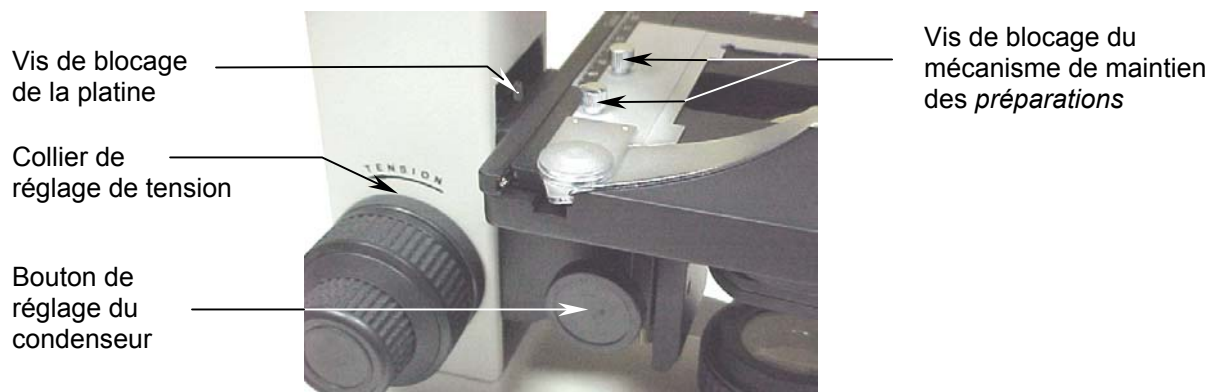
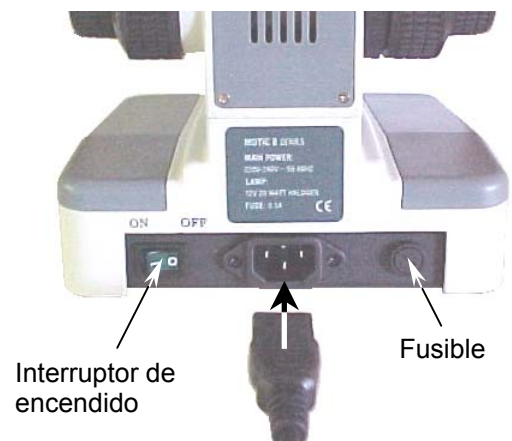

Fig. 1
Fig. 4
A. Condenseur (10):
- Tourner le bouton de mise au point rapide (16) jusqu'à ce que la platine (8) atteigne sa position la plus haute.
- Tourner le bouton de mise au point du condenseur (fig. 1) jusqu'à ce que le porte-condenseur atteigne sa position la plus basse.
- B. Mécanisme de maintien des préparations (6) : Tourner le bouton de mise au point rapide (16) jusqu'à ce que la platine (8) atteigne sa position la plus basse. Dévisser les deux vis de blocage (fig. 1). Placer le mécanisme sur la platine avec le doigt mobile au-dessus (4) et mettre les deux trous en concordance avec les deux vis. Remettre les deux vis en place et les serrer fermement.
- C. Objectifs (5) : S'assurer que le revolver (3) est bien positionné et qu'il tourne mais en s'arrêtant à chaque cliquet. Placer les objectifs en commençant par le plus faible grossissement 4X, dans n'importe quel emplacement du revolver, puis le 10X, le 40X et enfin le 100X.
- D. Tête (12) : Desserrer la vis moletée de blocage de la tête (14) et ôter le couvercle protecteur. Placer la tête sur la partie fixe (15). Bien que la tête puisse être placée dans n'importe quelle position il est recommandé de positionner les tubes oculaires (13) comme indiqué sur le schéma de la page 2. Bien resserrer la vis moletée de blocage.
- E. Oculaires (1) : Oter les couvercles protecteurs des tubes oculaires (13) et placer les oculaires dans leur tube sans toucher les lentilles.
- F. Filtre : Placer le filtre bleu sur l'éclairage (19) en s'assurant qu'il est en bonne position.
- G. Câble électrique : Insérer le câble dans son logement à l'arrière du microscope (Fig. 4)
1. Avant l'utilisation du microscope, régler le rhéostat (20) sur sa position minimale, ce qui devra être fait chaque fois que le microscope est allumé ou éteint pour prolonger la vie de l'ampoule.
2. Presser l'interrupteur sur la position ON. (Fig. 4)
1. Mettre au point avec l'objectif 10X (5).
2. Fermer le diaphragme de champ (11) en tournant l'anneau situé sur l'éclairage (19) jusqu'à ce qu'il apparaisse dans le champ de vision.
3. Mettre au point le diaphragme de champ en déplaçant le condenseur (10) à l'aide de son bouton de réglage (fig.1). Ne pas utiliser les deux boutons de mise au point (16 et 17).
La tirette à trois positions (fig. 4) permet à l'image de passer par le troisième trajet.